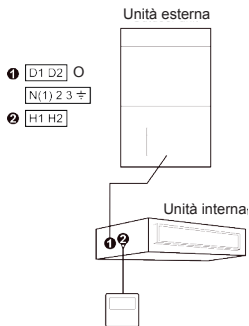
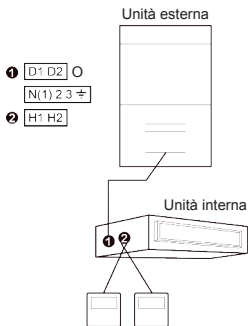

Fig. 4.4 Un comando a filo controlla un'unica unità interna
Fig. 4.5 Due comandi a filo controllano un'unica unità interna
- (1) Per il collegamento del comando a filo all'unità Atlas, è possibile utilizzare i metodi di cablaggio riportati alle figure 4.4, 4.5, 4.8 e 4.9.
- (3) Per il collegamento del comando a filo all'unità canalizzabile grande o all'unità di trattamento packaged raffreddata ad aria, possono essere adottati solo i metodi di cablaggio indicati in fig. 4.4 e fig. 4.5; in altre parole, uno (o due) comandi possono controllare solo un'unità interna e non più unità interne di sistemi diversi.
- (4) Quando uno o due comandi controllano diverse unità interne contemporaneamente, possono collegarsi a qualsiasi unità interna appartenente alla stessa serie. Le unità interne controllate dal comando non possono essere più di 16 e devono far parte della stessa rete. Mediante il telecomando bisogna impostare la quantità di unità interne da controllare. Si veda il paragrafo 4.2.3 Impostazione dei parametri "P14".
- (5) Se due comandi a filo controllano uno o più unità interne, gli indirizzi dei comandi a filo dovranno essere diversi. Si veda il paragrafo 4.2.3 Impostazione dei parametri "P13".
- (6) Il terminale del comando a filo non è polarizzato e non può essere collegato a una corrente elettrica elevata.